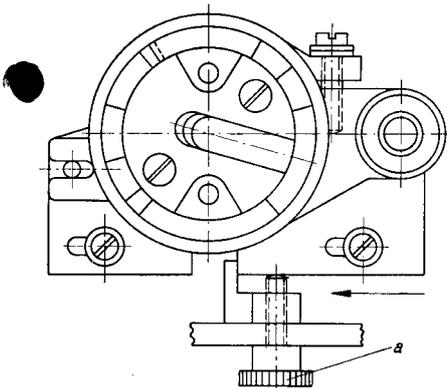

**Bild 12**
Der Lampensockel hat zwei verschieden große Lappen und ist diesen entsprechend nur in einer Stellung in die Lampenfassung e (Bild 12) einsetzbar. (Der kleinere Lappen zeigt zum Spiegel.) Lampe b von der Seite senkrecht über die Fassung bringen, niederdrücken und um 90° bis zum Anschlag nach rechts drehen. Kondensator und Spiegel dürfen den Lampenkolben nicht berühren. Bei Verwendung der 250-W-Schmalfilmlampe ist vor Einsetzen der Lampe die Klemmschraube a (Bild 12 a) des Fassungshalters zu lösen, der Halter in Richtung Spiegel bis zum Anschlag zu verschieben und die Klemmschraube wieder festzuziehen.
**Bild 12 a**
Auswechselbaren Widerstand a (Bild 12) einsetzen, welcher der festgestellten Spannung und gewählten Lampe entspricht (siehe Widerstandstabelle auf Seite 33). Beim Einsetzen Widerstand oben anfassen und so auf die drei Steckerstifte setzen, daß Befestigungsschrauben nach hinten zeigen. Auf jeden Widerstand ist der Spannungsbereich und die dazu passende Lampe aufgedruckt.